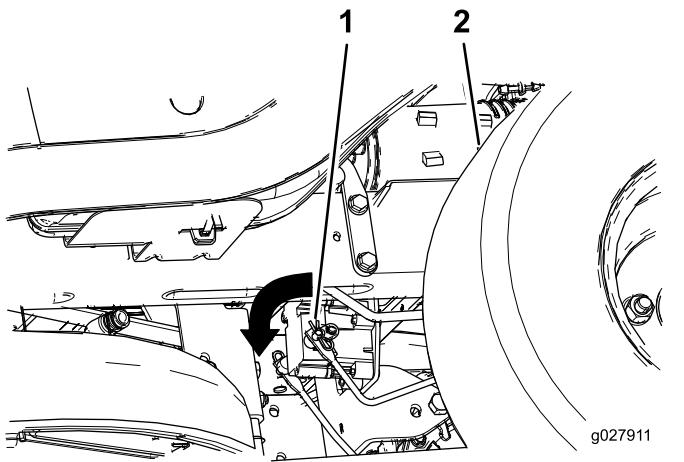

Figura 50
2. Localice el eje del freno eléctrico al que están conectados los brazos de enganche de los frenos (Figura 50).